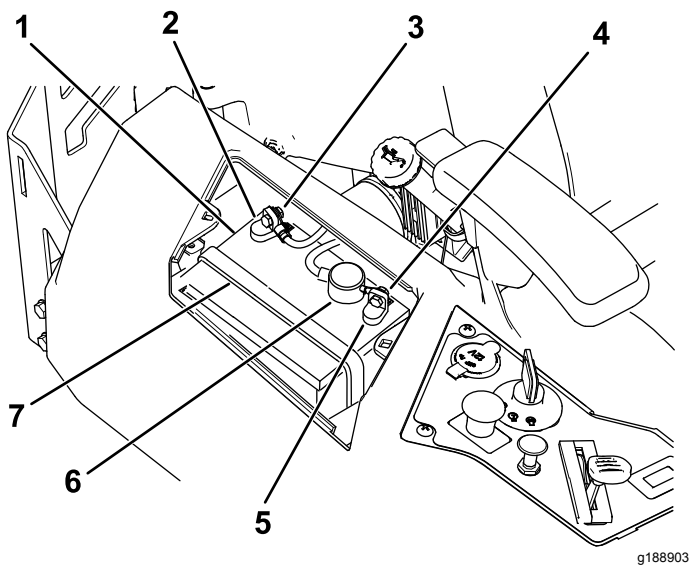

Figura 54
4. Desligue o cabo negativo (preto) do pólo da bateria (Figura 54).
6. Desligue o cabo positivo (vermelho) do pólo da bateria (Figura 54).
7. Retire o suporte da bateria (Figura 54) e levante a bateria para a retirar da respetiva plataforma.
1. Posicione a bateria no tabuleiro (Figura 54).
5. Prenda a bateria ao suporte (Figura 54).